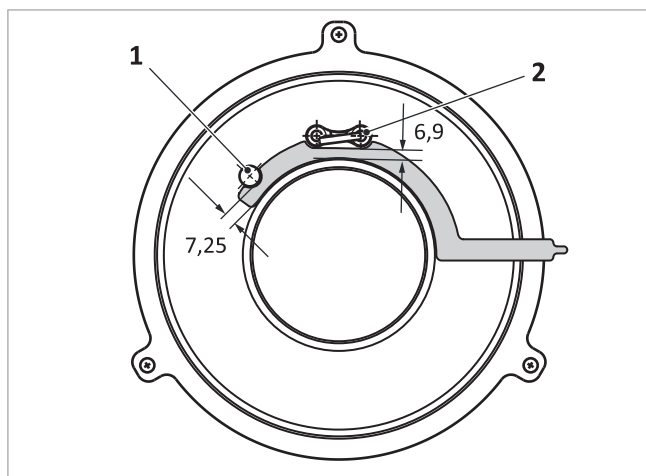

Fig. 110: Distancias entre los electrodos de ionización y de encendido y el quemador piloto
- Electrodo de ionización → fig. 110 (1): 7,25 mm
- Electrodo de encendido → fig. 110 (2): 6,9 mm